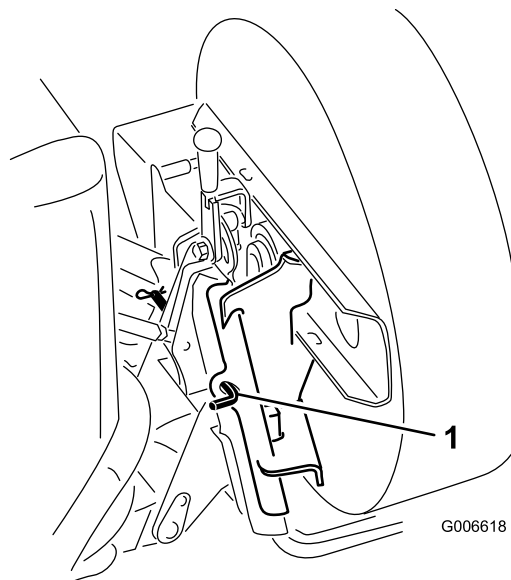

Figura 5
5. Inserite il perno di bloccaggio attraverso gli adattatori e fissatelo con una coppiglia (Figura 5).